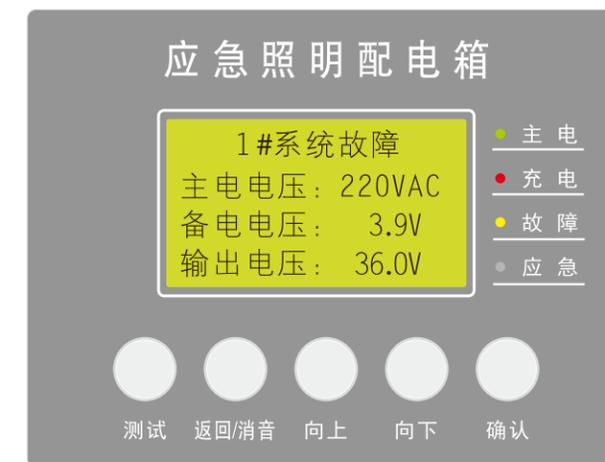

图10
(5)、系统故障: 当系统出现故障时, 显示屏显示【N#系统故障】并有故障声提示, 故障状态指示灯点亮, 按【向下】键或查询【故障信息】均可显示故障详情, 如图10所示; 将故障排除后, 系统自动恢复至正常状态。